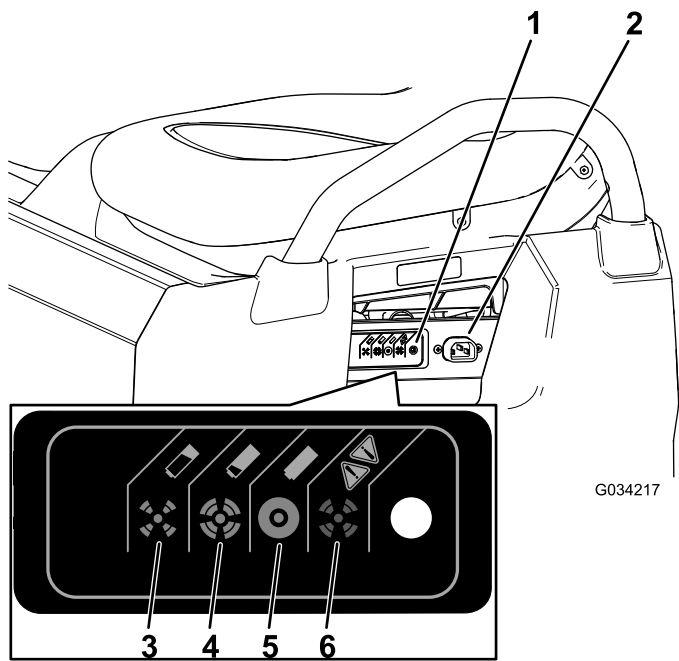

Figura 35
3. Collegate un cavo di ricarica calibro **16 (o di diametro superiore)**, da **2,5 m o più corto** alla presa di ricarica sulla macchina (Figura 35).
Fate riferimento alla tabella seguente e Figura 35 per informazioni sui significati dei diversi colori della spia dello stato del caricabatterie.